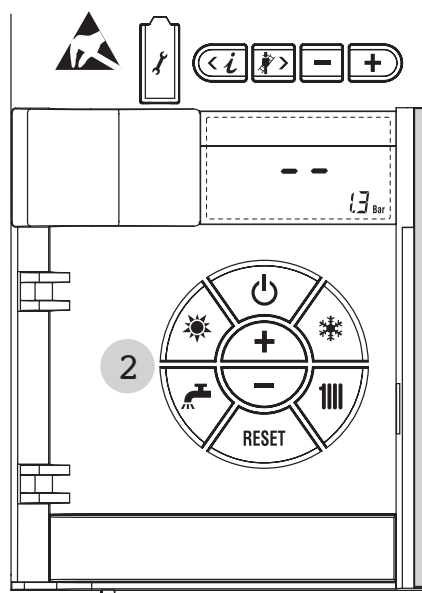

Fig. 24
ENCENDIDO DEL MÓDULO (fig. 24)
APAGADO DEL MÓDULO (fig. 24)
En caso de ausencias de breve duración, pulse el botón () de los mandos (pos. 2). La pantalla aparece como se indica en la fig. 24. De esta forma, al dejar activas la alimentación eléctrica y la alimentación del combustible, la caldera queda protegida por los sistemas antihielo y antibloqueo de la bomba.